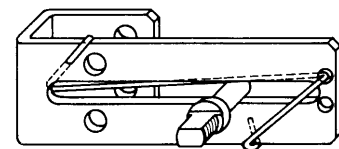

Abb. 4: Mitnahmehebel
- Den Stelldruckausgang A_{36} (Gewinde M8) auf der Rückseite des Stellungsreglers mit dem Blindstopfen (53) dichtsetzen.
- Federdraht (201) gemäß Abbildung 4 am Mitnahmehebel (200) montieren.
- **HINWEIS!** Die Ausführung „N“ oder „I“ ist auf der Kurvenscheibe (24) ersichtlich.
- Mitnahmehebel (200) mit Zylinderschrauben (203) an den Hubanzeiger montieren.
- Hub-Einstellschraube (205) mit Unterlegscheibe (206) und Mutter (207) an den Anlenkhebel (204) montieren.
- **HINWEIS!** Hubskala am Anlenkhebel (204) beachten!
- Anlenkhebel (204) mit Mutter, Schraube und Federringen (208-210) an den Stellungsregler montieren.
- Anbaublech (231) mit Federringen (234) und Schrauben (235) an den Stellungsregler schrauben.
- Stellungsregler so an den Antrieb positionieren, dass die Hub-Einstellschraube (205) in den Schlitz des Mitnahmehebels (200) ragt.
- Siehe hierzu auch Abbildung 4.